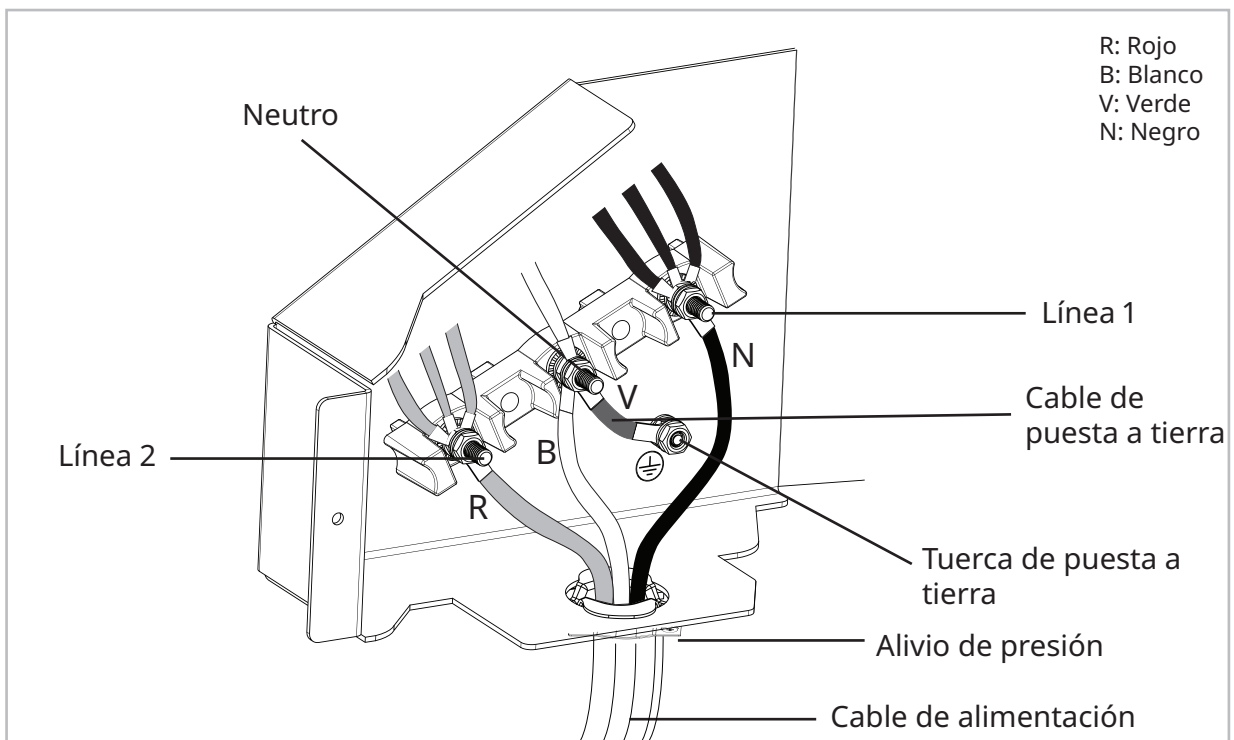

Figura 7 - Conexión de tres cables
4. Consulte la Figura 7 para la conexión de la línea de alimentación de 3 cables y la Figura 8 para la conexión de 4 cables.